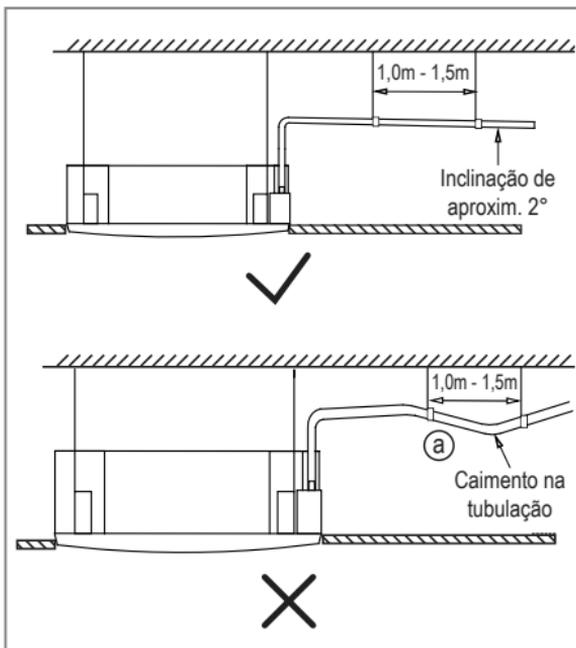

FIG. 22
- A tubulação de drenagem deve ter uma inclinação descendente de aproximadamente 2° para evitar que a água retorne à unidade (Fig. 22).
- Para evitar que a tubulação tenha caimentos (Fig. 22 - Detalhe "a") utilize fios/cabos suspensos a cada intervalo de 1,0 metros - 1,5 metros.